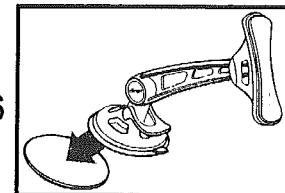

Fig. 6
2. Verwijder het papier aan de achterkant van de zelfklevende disc en duw de zelfklevende disc stevig op het dashboard of de console (Fig.6).
3. Plaats de zuignap van het voetstuk (A) op het midden van de disc (Fig.6). Hou het voetstuk stevig tegen de bovenkant van de disc. Duw de zuignap (A) stevig tegen het dashboard of console en duw de boom richting de zuignap (a) om deze in positie te sluiten.